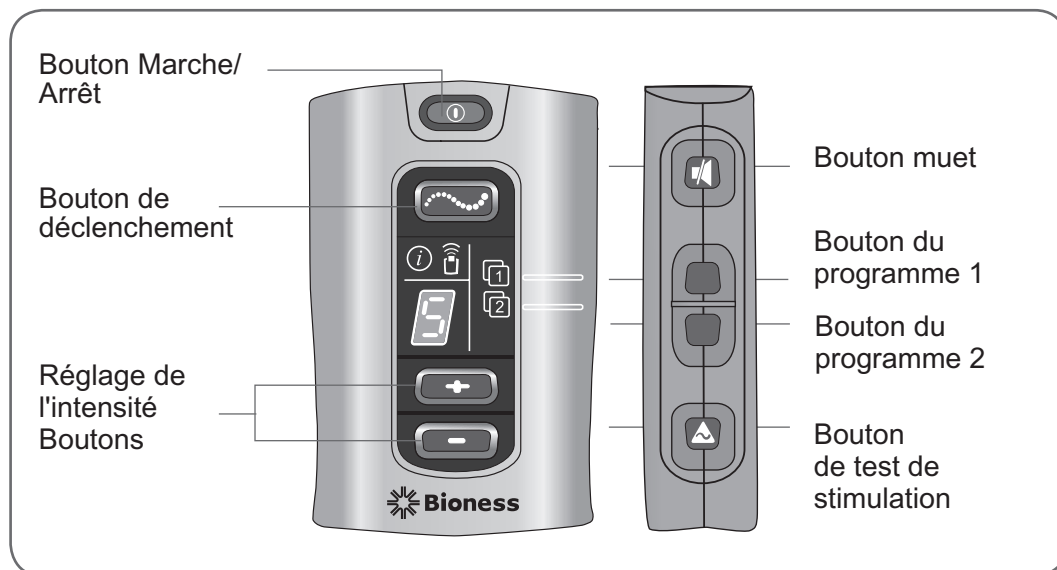

Figure 9-1 : Boutons d'utilisation.
Le bouton de test de stimulation  permet de tester si l'orthèse est correctement positionnée sur le bras. Le bouton se situe sur le côté de l'unité de commande. Reportez-vous à la Figure 9-1.
2. Appuyez sur le bouton Programme 2. Reportez-vous à la Figure 9-1. Lorsque le programme 2 est sélectionné, l'indicateur Programme 2  est VERT.